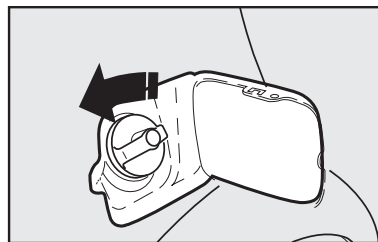

fig. 142
- Para algumas versões, segure a tampa e gire a chave no sentido anti-horário; prossiga girando a tampa **fig. 142** até o seu completo desalojamento;